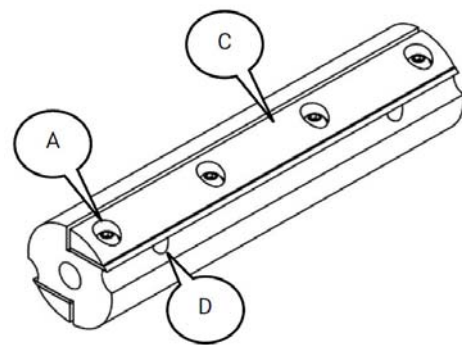

Abb. 16: Schrauben lösen und entfernen
Schritt 5: Schrauben (Pos.A, Abb.16) lösen und entfernen.
Schritt 10: Schrauben (Pos.A,Abb.16) leicht anziehen.
Schritt 12: Schrauben (Pos.A,Abb.16) nach erfolgreicher Einstellung festziehen.